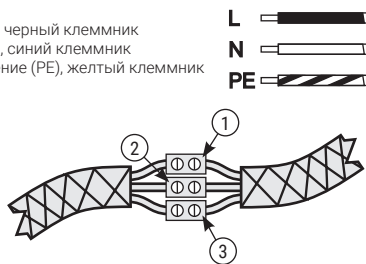

Рис.5
- 4.2.5. Соединить провода полотенцесушителя с проводом из стены с помощью клеммных колодок (рис. 5).
- 4.2.6. Провод заземления модуля имеет желто-зеленый цвет и желтый клеммник (рис. 5 «3») фаза (L) - черный цвет и черный клеммник (рис. 5 «1»), ноль (N) - синий цвет и синий клеммник (рис. 5 «2»).